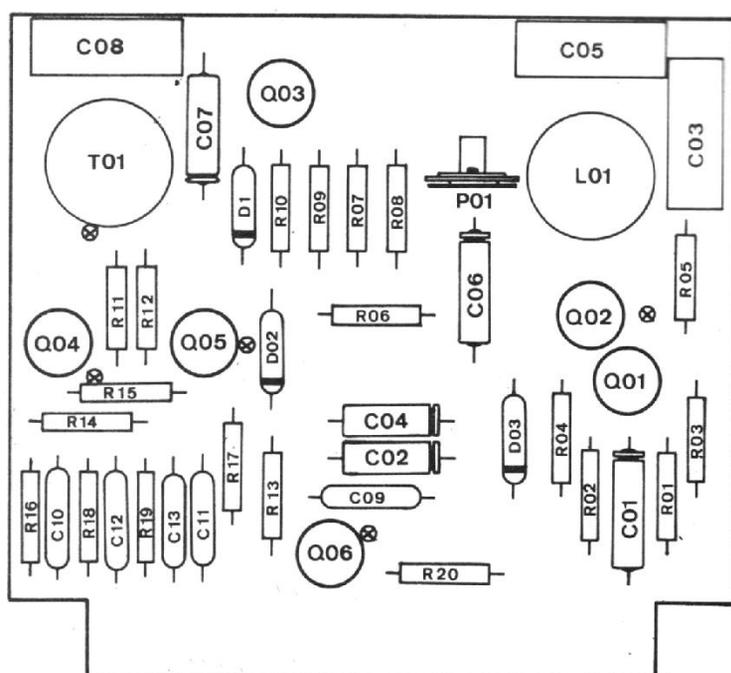

FIG. 6.
dire, deux faces cuivrées). Le côté cuivre, côté éléments, sert de plan de masse, évitant ainsi à tout parasite, de perturber le fonctionnement correct du circuit. Les éléments reliés à la masse, sont donc soudés directement côté éléments. Cependant, pour des composants sensibles à la chaleur, comme le transistor et pour une raison de pratique, la liaison de masse est indirecte; elle se fait par traversée du circuit avec du fil étamé de 5/10. Ces traversées sont repérées sur le circuit « implantation des éléments » (Fig. 6) par des repères (X). Ainsi, le transistor peut facilement être dessoudé en chauffant rapidement les trois points de fixation, côté circuit.